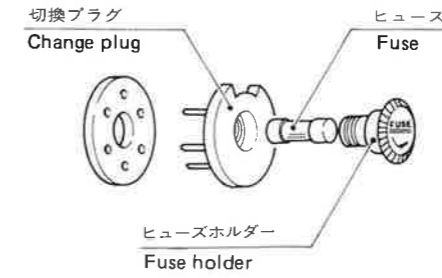

Fig. 11
⑤ 記録板の取付け
⑥ 投影レンズの取付け
⑥ Mounting projection lens
⑦ 電源電圧への設定 (Fig. 11)
⑦ Set the voltage selector to the supply voltage.(Fig. 11)